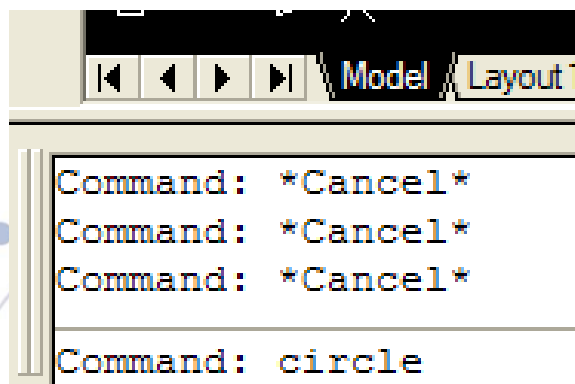

Figura 2.9. Comando Círculo (*circle*) desde la línea de comandos.
2. Desde la línea de comandos (ver la figura 2.9).